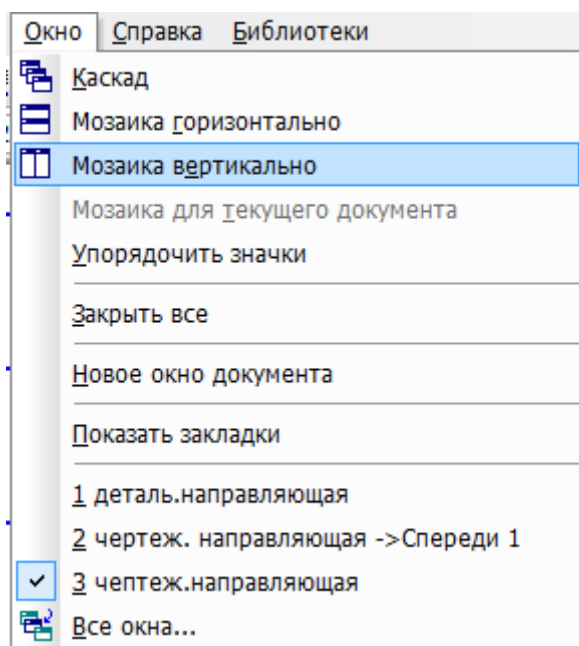

Рис. 22
- Строка Меню – Окно – Мозаика вертикально (рис. 22). На экране появились два окна. Щелчок ЛКМ в поле каждого окна делает его активным.